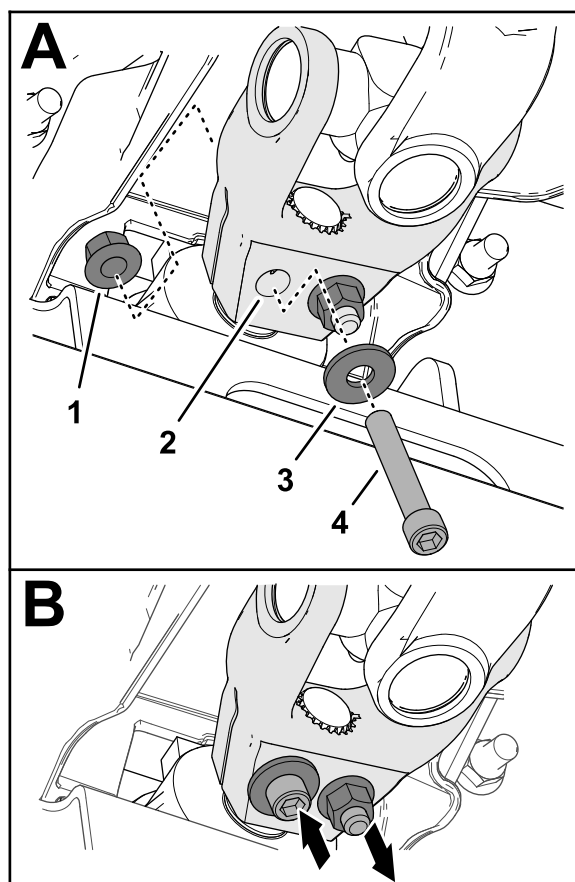

Figura 19
transmisie (Figura 19) și fixați urubul cu cap imbus cu o contrapiuliță cu guler ($\frac{3}{8}$ ").
7. Montați un urub cu cap imbus ($\frac{3}{8} \times 2\frac{1}{4}$ ") printr-o aibă ($\frac{3}{8}$ ") în orificiul din furca arborelui de transmisie de pe cealaltă parte (Figura 19) și fixați urubul cu cap imbus cu o contrapiuliță cu guler ($\frac{3}{8}$ ").